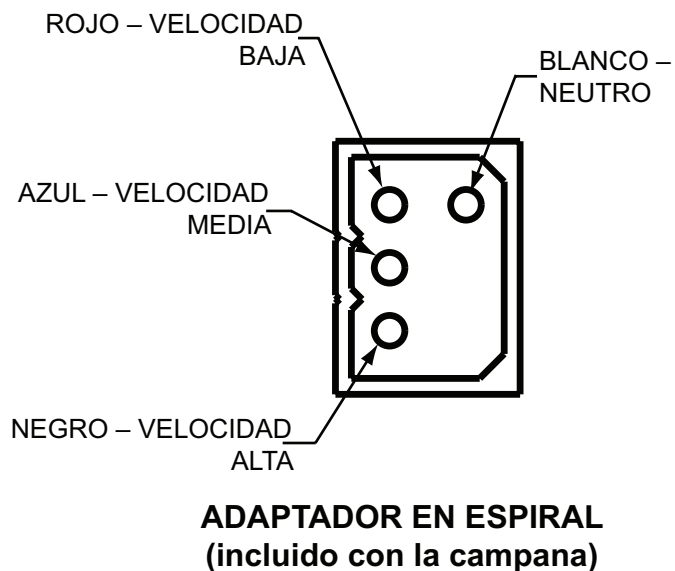

Figura 21: Cableado de la campana con un ventilador en línea
7. Enchufe el ventilador en línea con los cables en espiral (etapa 6), como se muestra en la Figura 21. Enganche